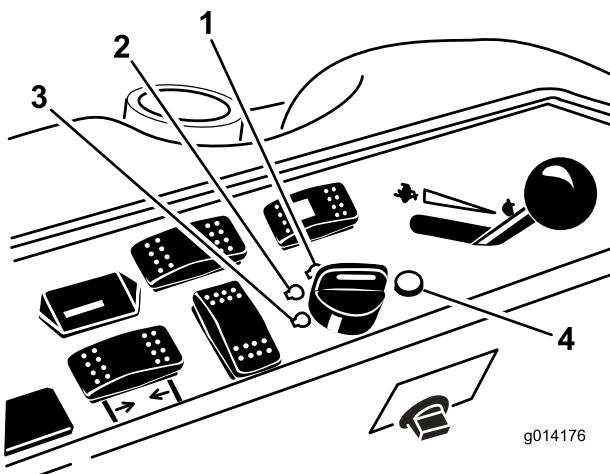

Figura 12
- Girate la chiave di accensione in senso orario, in posizione di marcia (Figura 12).
3. Girate la chiave di accensione in posizione Off (Figura 12). Attendete che tutte le parti in movimento si siano fermate, prima di lasciare il posto di guida.